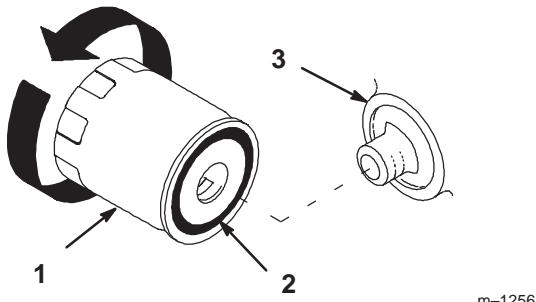

Figure 40
2. Déposez le filtre à huile usagé et essuyez la surface du joint de l'adaptateur (Fig. 40).
4. Appliquez une fine couche d'huile neuve sur le joint en caoutchouc du filtre de rechange (Fig. 40).
5. Posez le filtre à huile de rechange sur l'adaptateur. Tournez le filtre dans le sens horaire jusqu'à ce que le joint en caoutchouc touche l'adaptateur, puis donnez 1/2 tour supplémentaire (Fig. 40).